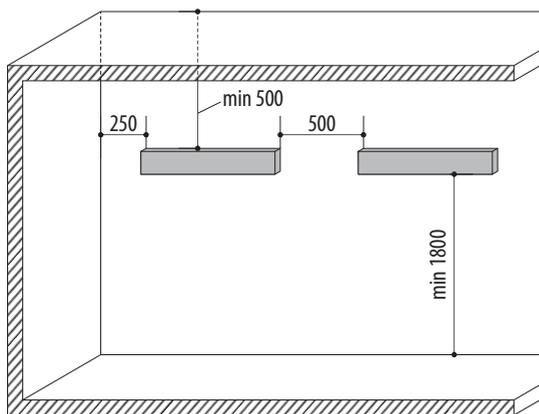

Рисунок 6.
7.2. При выборе места установки следует учитывать, что для безопасной работы обогревателя необходимо обеспечить: расстояние до пола — не менее 180 см, до боковой стены — не менее 25 см, свободное пространство над обогревателем — не менее 50 см (см. рис. 6, 7). Минимальные расстояния от обогревателя до различных поверхностей приведены на рисунке 6. Минимальное расстояние от обогревателя до мебели, бытовой техники и других легковоспламеняющихся поверхностей — 500 мм.